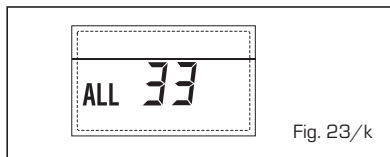

Fig. 23/k
- ANOMALÍA COMUNICACIÓN FICHA RS-485 EN MODALIDAD CASCADA "ALL 34" (fig. 23/j)